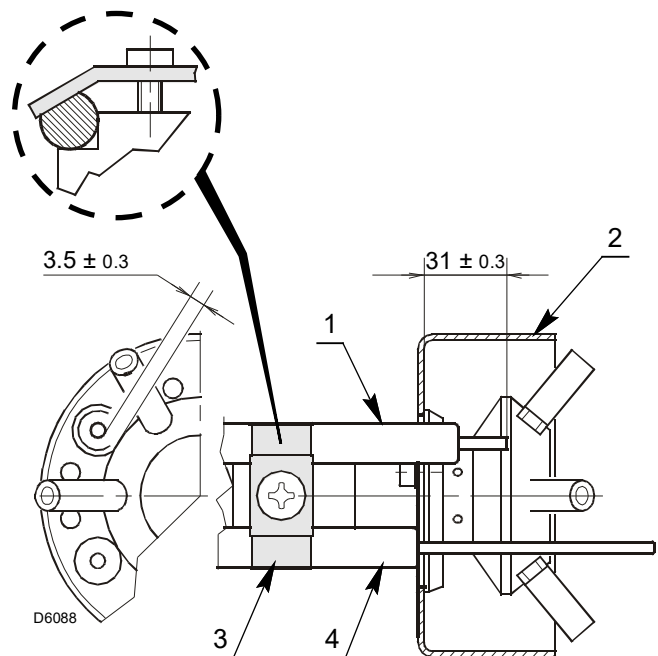

Fig. 14
- Asegurarse de que la placa 3)(Fig. 14) quede siempre colocada en la parte plana del electrodo 1)(Fig. 14).
- Apoyar el aislador de la sonda 4)(Fig. 14) en el difusor de aire 2)(Fig. 14).